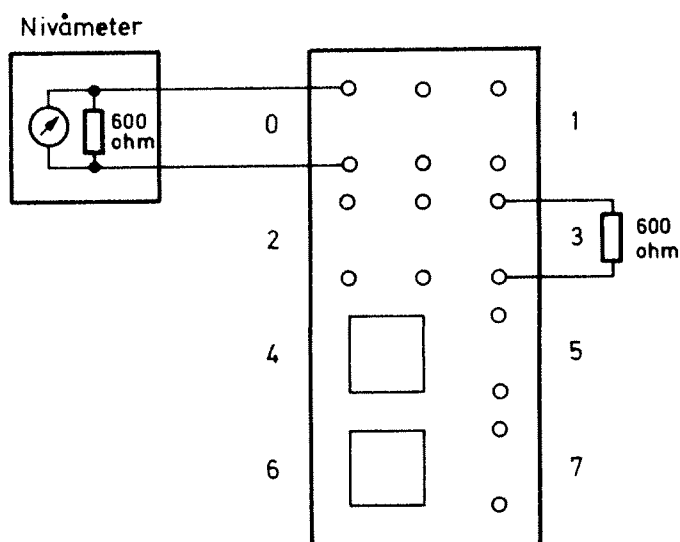

Bild 3
3.5.2 Anslut nivåmetern och ett motstånd på 600 ohm till mät-fältet på fronten av spärrfilter 1680/1860 Hz, se bild 3.